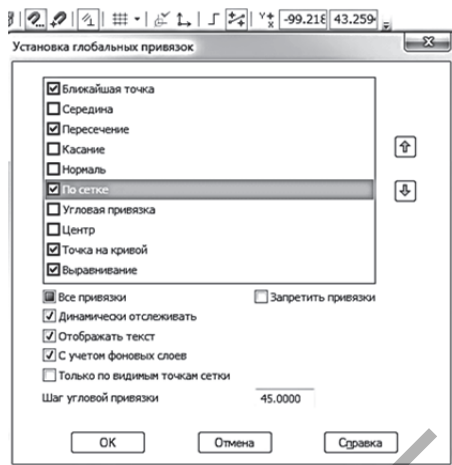

Рисунок 2.5
5. На панели «Глобальные привязки» установите флажок «По сетке», включив соответствующую привязку, а также включите режим «Изображение сетки на экране» (рис. 2.5).